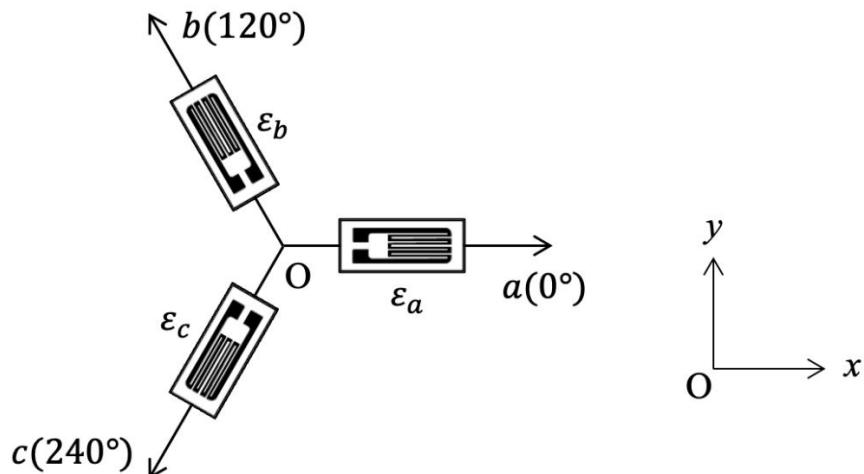

Fig. 2 三軸ひずみゲージ模式図
- [2] 板厚が十分に薄い弾性体表面のある点での応力状態を求めるため、図 2 に示すように ($a: 0^\circ$, $b: 120^\circ$, $c: 240^\circ$ 方向に) 三軸ひずみゲージを貼り付けた。このとき、それぞれのひずみゲージから測定された値は、 $\varepsilon_a = 500\sqrt{3}\mu$, $\varepsilon_b = 200\sqrt{3}\mu$, $\varepsilon_c = -100\sqrt{3}\mu$ であった。この弾性体のヤング率 $E = 273 \text{ GPa}$, ポアソン比 $\nu = 0.3$ とし、以下の設問に答えよ。ただし、 a 軸と x 軸は一致しており、回転方向は反時計回りを正とする。また、特に指定がない場合は根号を小数にせず、そのまま用いるものとする。